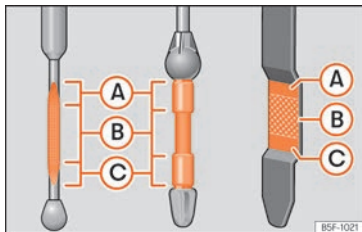

Fig. 190 Vareta de medição do nível de óleo.
- Em seguida, retire-a novamente e verifique o nível do óleo » **Fig. 190**. Caso seja necessário, reponha óleo do motor.
- Quando o nível de óleo atingir pelo menos a zona »» Fig. 190 (B), enrosque a tampa do bocal de enchimento com cuidado »» !.
Se o nível do óleo se encontrar por cima da zona »» Fig. 190 (A), não ponha o motor em funcionamento. Pode causar danos no motor e no catalisador. Dirija-se a uma oficina especializada.
O nível do óleo não pode ultrapassar, em caso algum, a zona »» Fig. 190 (A). Caso contrário, poderia ser aspirado óleo pela ventilação do cárter da cambota e chegar à atmosfera através do sistema de escape.